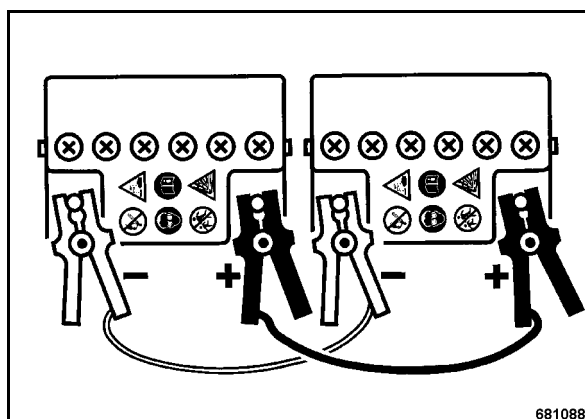

Fig. 79
- Con el cable de empalme para puesta en marcha (Fig. 79) hay que conectar los polos positivos de la batería auxiliar y de la batería de arranque.